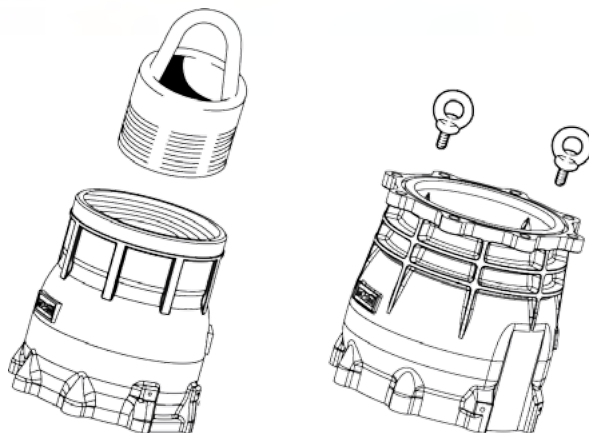

Figura 1: Gancho de elevação.
- Da posição do gancho de elevação (figura 1).